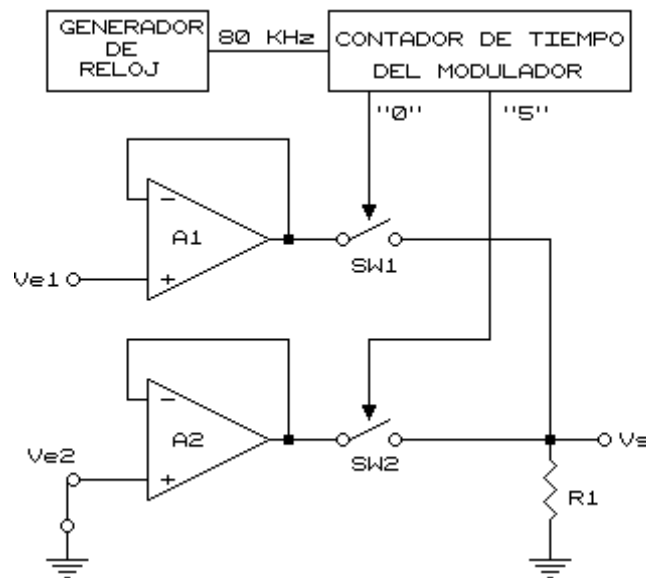
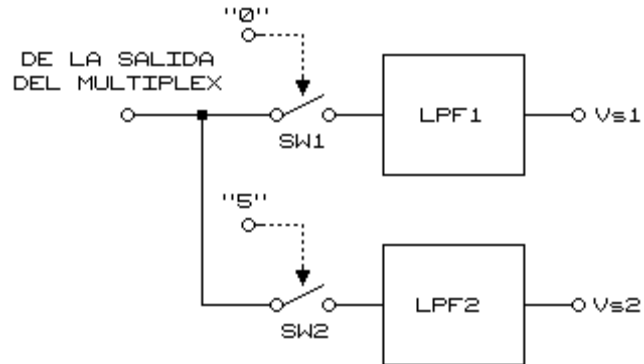

Figura 2.1
Figura 2.2
1. Arme el circuito de la figura 2.1.
1. Agregue el circuito de la figura 2.2 a la salida del multiplexor de la figura 2.1 manteniendo las señales.